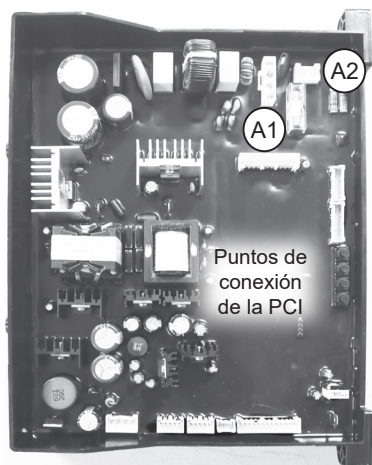

Figura 46 - Desconexión del cableado de la PCI
- 5 Deslice suavemente la PCI para sacarla del calentador de agua lo suficiente para acceder a los mazos de cables A1 - A2. Consulte la Figura 46.
- 6 Con la Figura 46 como referencia, desconecte los mazos de cables A1 y A2 de la PCI.